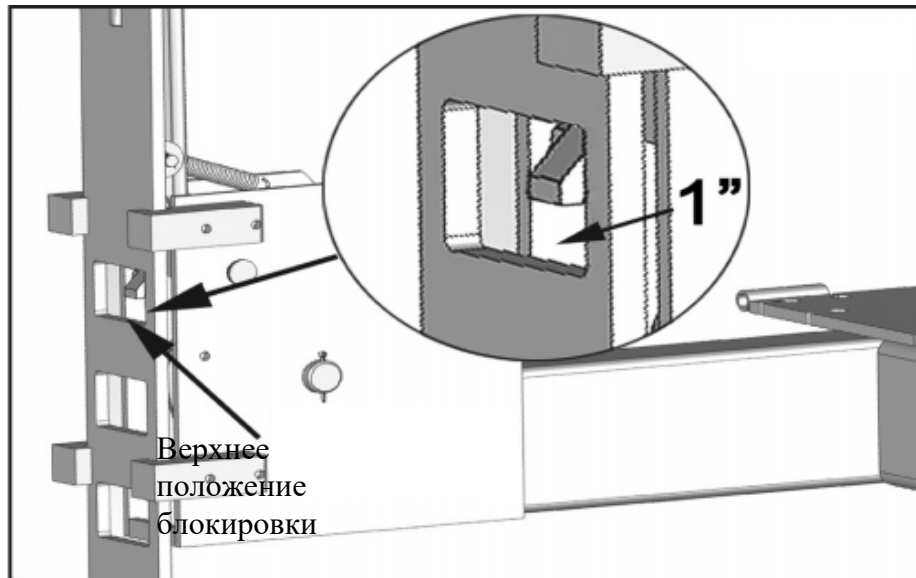

Рис. 14.2
8. Поднимите подъёмник вверх до упора и опустите его так, чтобы зажимы зафиксировали платформы в верхнем положении блокировки. Отрегулируйте все стопорные пластины так, чтобы каждый стопор входил в верхнее положение блокировки на каждой стопорной пластине. Затем отрегулируйте гайки тросов так, чтобы стопоры находились на высоте не менее 2.5 см от верхнего положения блокировки. Гайки тросов должны быть затянуты так, чтобы как минимум 2.5 см резьбы выступало над верхней поверхностью гаек (см. рис. 14.2).